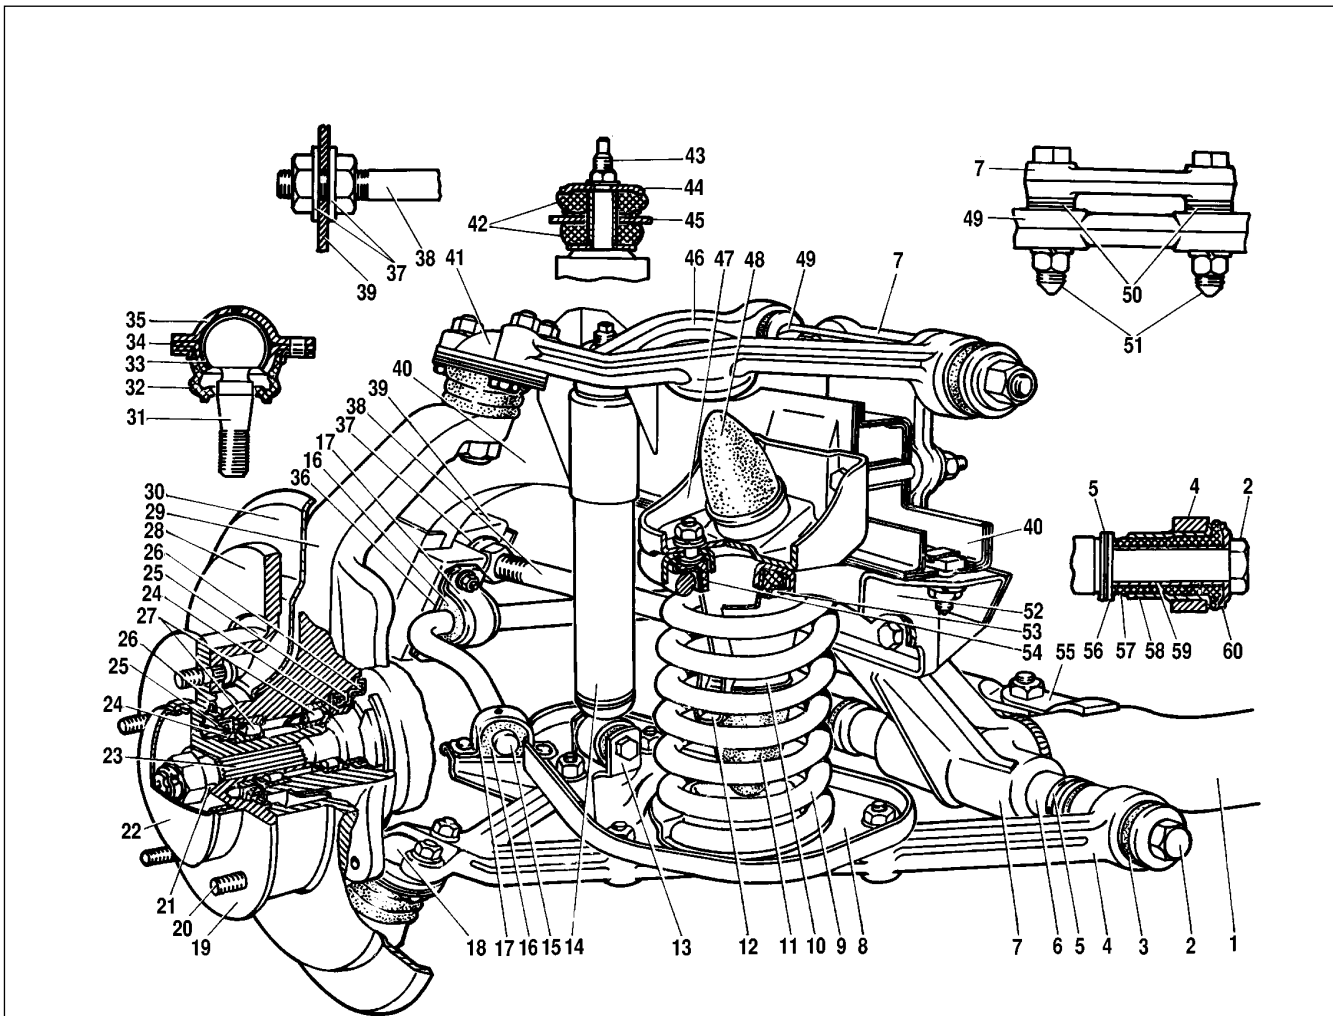
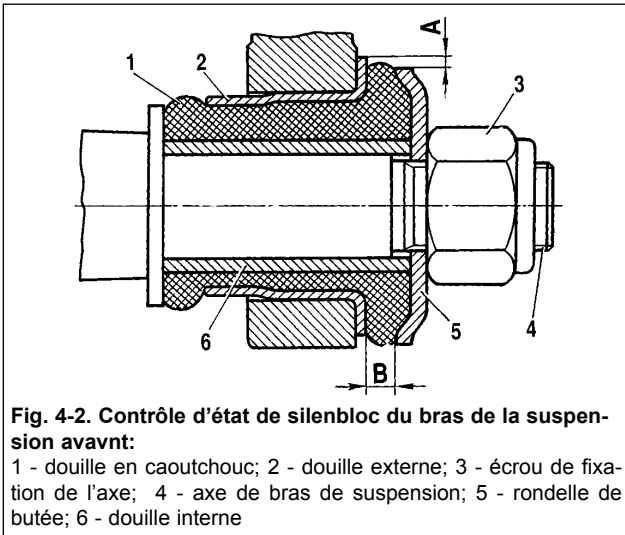

Fig. 4-1. Suspension avant:
Fig. 4-2. Contrôle d'état de silenbloc du bras de la suspension avant:
Disposition de la suspension avant est présentée sur la figure 4-1.
- mesurer la valeur de déplacement radial **A** (fig. 4-2) de douille extérieure 2 par rapport à la douille intérieure 6, ainsi que la distance **B** entre la rondelle de butée 5 et l'extrémité extérieure de la douille extérieure 2.
Angle d'inclinaison longitudinal de l'axe de braquage. Si au cours de contrôle la valeur d'angle n'est pas conforme à celles-ci indiqué ci-dessus, il est nécessaire de changer le nombre des rondelles de réglage 50 (fig. 4-1) situées entre l'axe de bras supérieur et le support de la barre transversale (voir la figure 4-2).
Au cas où l'angle de convergence des roues avant ne serait pas normal, il est nécessaire le régler, en changeant le nombre des rondelles 50 (fig. 4-1), situant entre l'axe de bras supérieur et le support de la barre transversale.
- déposer un chapeau du moyeu de roue à l'aide de l'outil 67.7823.9514, dévisser l'écrou de réglage et déposer la douille 21 (fig.4-1);